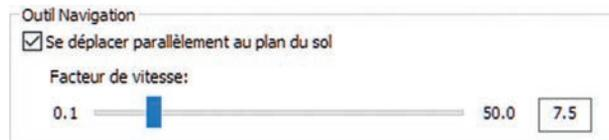

Fig. 1.12
- *Augmenter/Diminuer la vitesse de navigation* : applicable au mode Naviguer et à l'utilisation des touches fléchées sur le clavier pour le déplacement. Cette valeur peut également être définie dans les Options du disque de navigation (fig. 1.12).